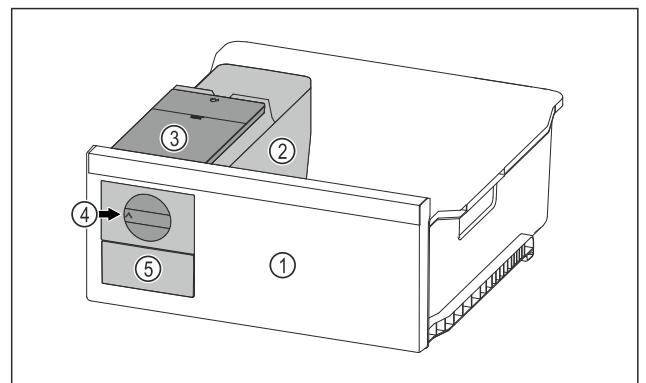

Fig. 74 Beispielhafte Darstellung
- ▶ Drehknopf Fig. 74 (4) im Uhrzeigersinn bis zum Anschlag drehen.
- ▷ Eiswürfel fallen aus der Eiswürfelschale in das Eiswürfel-schubfach Fig. 74 (5).